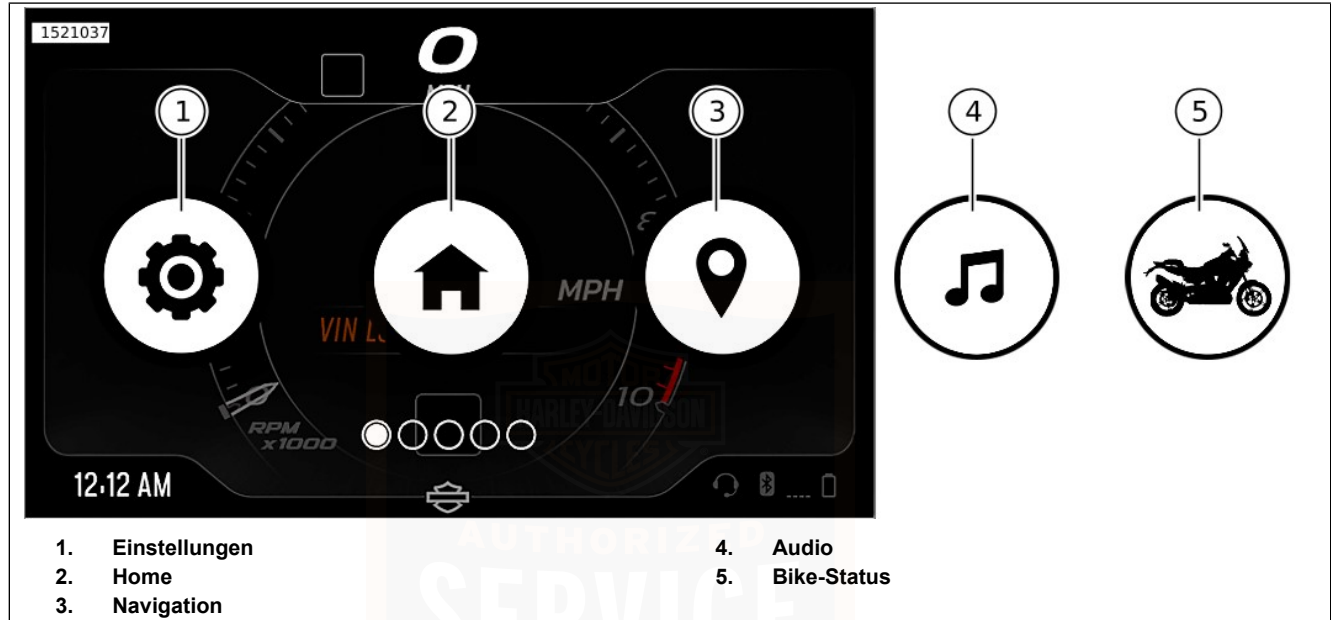

Abbildung 38. Menü-Auswahloptionen
Siehe Abbildung 38. Um auf die Menüauswahl auf IM zuzugreifen, drücken Sie die Menütaste (3) auf Linkes Handbedienmodul (LHCM) .
2. Siehe Abbildung 38. **Auswahl:** Menü „Einstellungen“ (1).
Siehe Abbildung 38. Zum Zugriff auf Audiofunktionen **Auswahl:** Audiokarte (4).
1. Siehe Abbildung 38. **Auswahl:** Menü „Einstellungen“ (1).